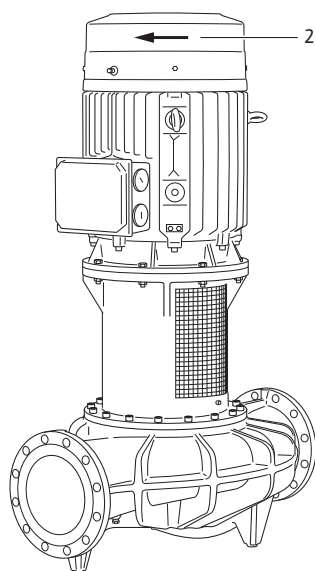

Fig. 37 : Vérifier le sens de rotation
- Une brève mise en marche permet de vérifier si le sens de rotation coïncide avec la flèche se trouvant sur le capot du ventilateur (voir fig. 37, pos. 2). En cas de sens de rotation incorrect, procéder comme suit :